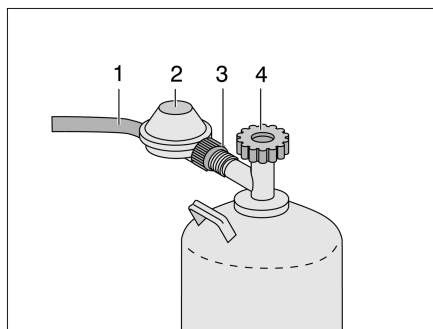

Fig. 229 Raccord bouteille de gaz
- Fermer le robinet principal (Fig. 229,4) de la bouteille de gaz. Observer le sens de la flèche.
- Maintenir le régulateur de pression de gaz (Fig. 229,2) et ouvrir l'écrou moleté (Fig. 229,3) (filetage à gauche).
- Retirer le régulateur de pression du gaz avec la lyre (Fig. 229,1) de la bouteille de gaz.
- Placer le régulateur du gaz (Fig. 229,2) avec le flexible de gaz (Fig. 229,1) sur la bouteille de gaz et serrer à fond l'écrou moleté (Fig. 229,3) (filetage à gauche).